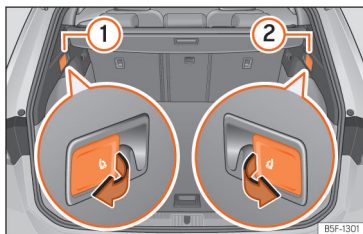

Fig. 103 En el maletero: palancas para desbloqueo del respaldo trasero.
- Tire de la palanca de desbloqueo a distancia de la parte izquierda » » **fig. 103** ① o derecha ② del respaldo en el sentido de la flecha. La parte desbloqueada del respaldo trasero se abate automáticamente hacia adelante.